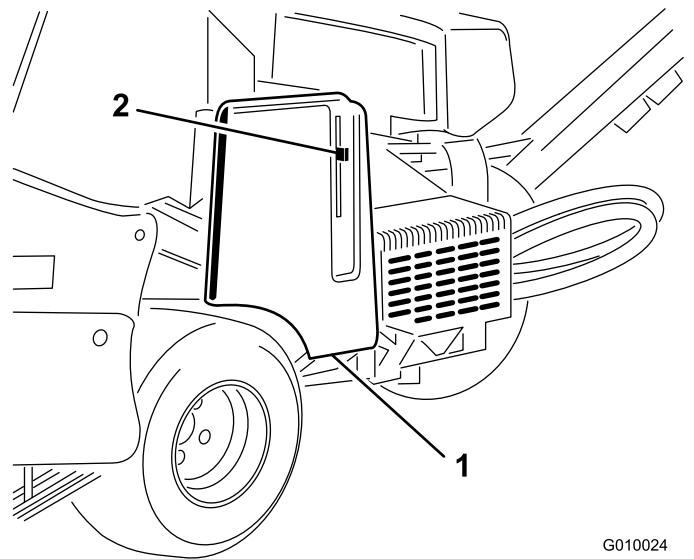
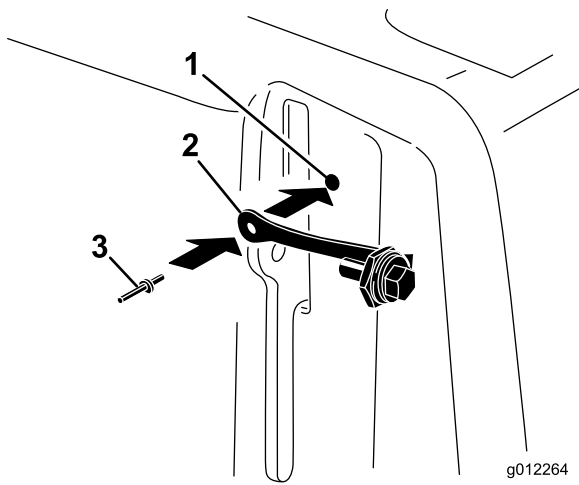

图8
图9
1. 找到皮带罩上紧靠门锁杆的孔 图8 和 图9。
2. 使用弹伸铆钉将系索总成安装到皮带罩上的孔 图9。